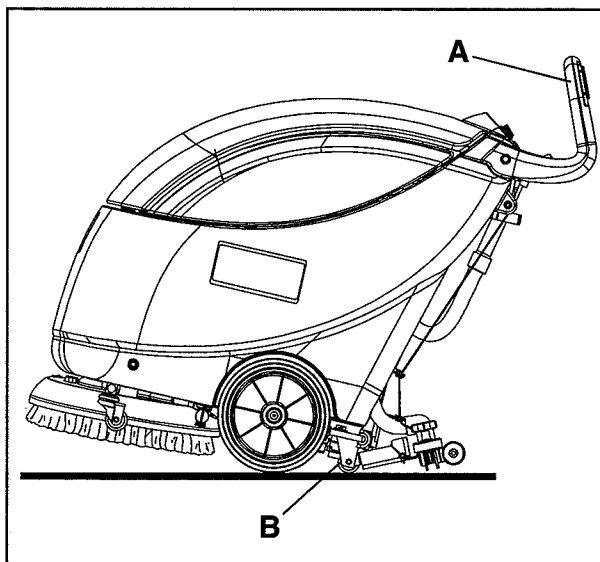

Figura 11
4. Empuñar el manillar (A, Fig. 11) con las manos y bajarlo hasta apoyar la rueda trasera (B) en el suelo, como muestra la figura 11. Manteniendo la máquina en esta condición, empujarla en un lugar adecuado para el transporte/estacionamiento.